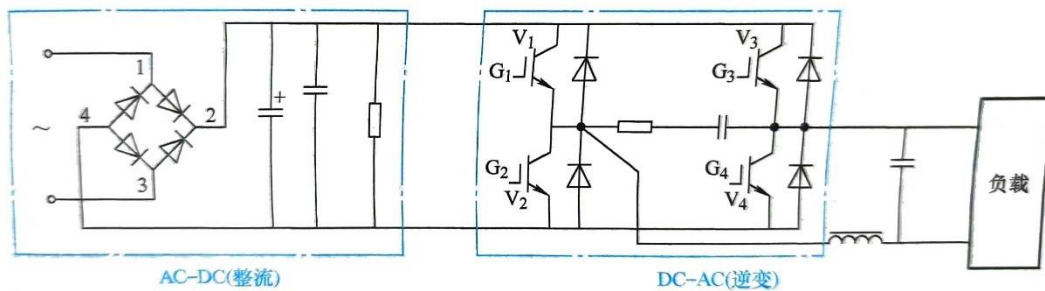

图 5-24 主电路结构原理图
- 步骤 1: 连接单相桥式逆变电路 (图 5-24), 观测三角载波 (1kHz) 与正弦调制波 (30~50Hz)。